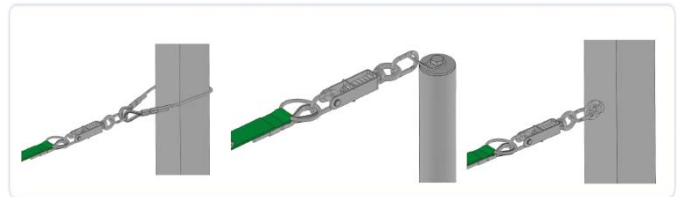

Рисунок 4
Быстроустанавливаемая анкерная линия CROSS LINE устанавливается на горизонтальную или вертикальную поверхность на уровне головы, плеч или ног пользователя. Крепление осуществляется при помощи концевых анкерных устройств ГОСТ EN 795-2019 [рисунок 4].
**п.п.4.2** Установить анкерные устройства на элемент конструкции с двух сторон [рисунок 4] согласно инструкции производителя.
- п.п.4.7** Установить ЛИНИЮ на анкерные устройства или анкерные столбики с двух сторон при помощи карабинов [рисунок 4].